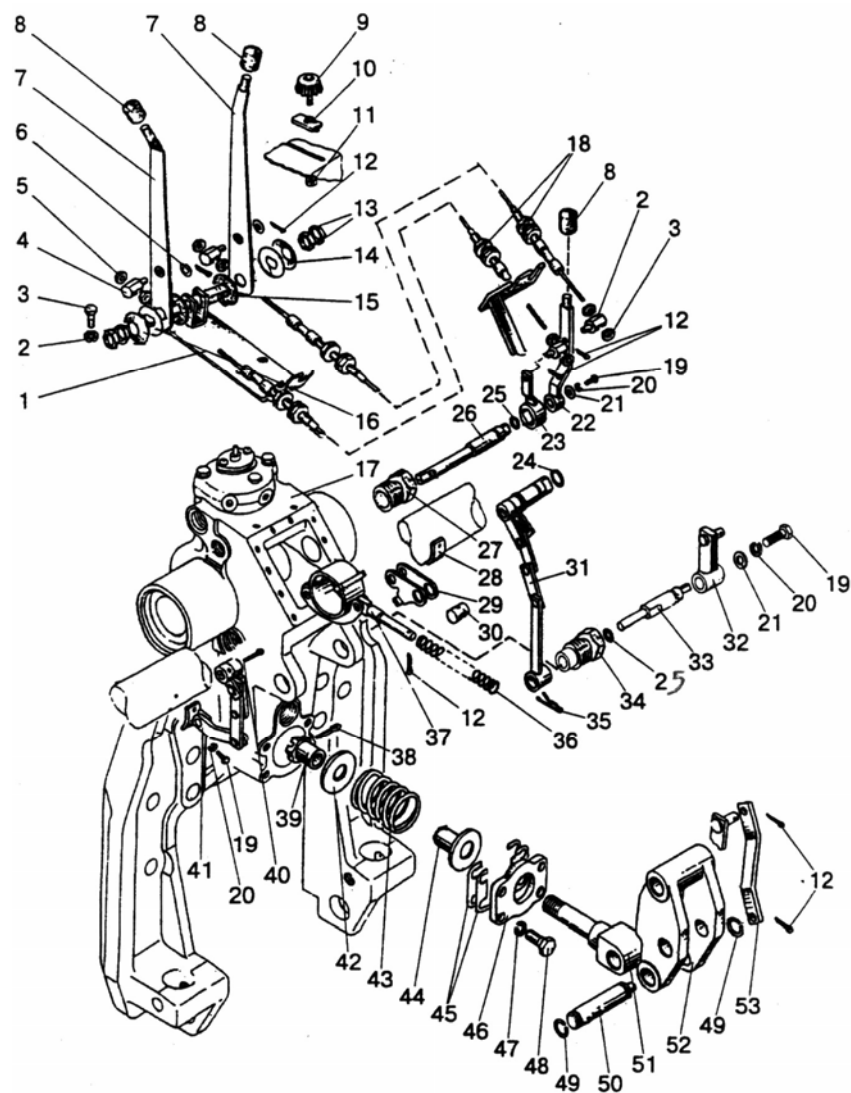

Рисунок 8.8
- 2) снимите шплинты (12), **(рисунок 8.8)**, и отсоедините тросы управления (18) от силового рычага (23) и от позиционного рычага (22).
- 3) снимите шплинты (40), **(рисунок 8.8)**, и снимите валик (26) вместе с рычагами (22) и (23);
- 4) вывинтите два болта (19) и снимите позиционное звено (41);
- 5) вывинтите два болта (19) и снимите пружину (28);
- 3) снимите шплинты (35), **(рисунок 8.8)**;
- 4) извлеките валик (33) вместе с рычагом (32);
- 5) снимите силовое звено (31), затапливая его внутрь корпуса через втулку (27).
- 1) снимите шплинты (12) (**рисунок 8.8**), и силовую тягу (53) с пальца (50);
- 2) снимите стопорное кольцо (49) с пальца (50);
- 3) вывинтите болты (48) и снимите силовой датчик, включающий в себя детали (38), (39), (42- 44), (46), (51);